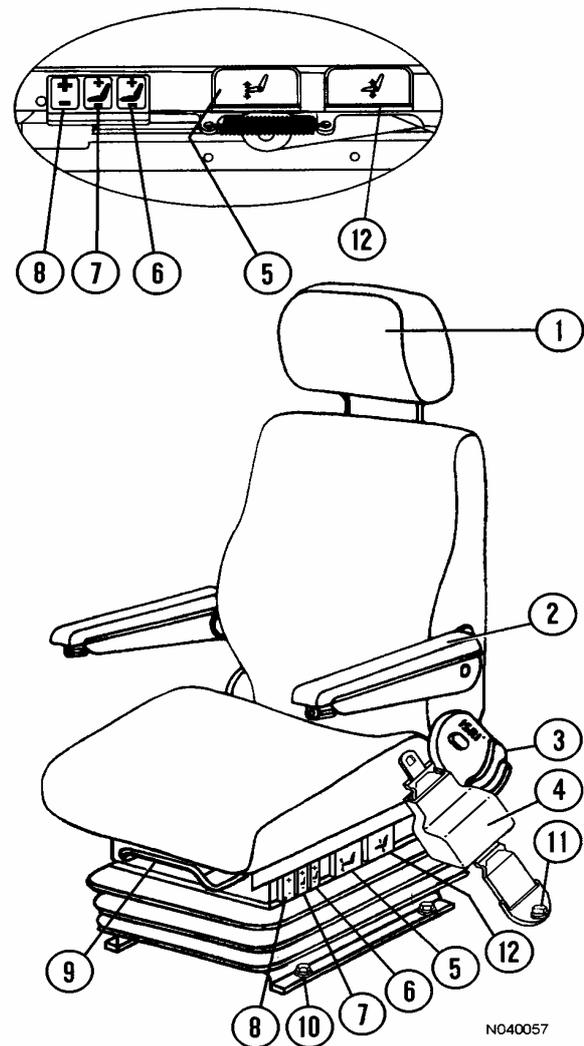

FIGURA 32-5. CONTROLES DE AJUSTE DEL ASIENTO DEL OPERADOR
1. **Apoyacabeza:** (1, Figura 32-5) se mueve hacia arriba, hacia abajo, hacia delante y hacia atrás a la posición deseada.
3. **Respaldo:** Levante la manilla (3) para soltar y seleccionar el ángulo de respaldo; suelte la perilla de control para ajustar.
4. **Cinturón de seguridad:** El operador siempre debe tener el cinturón de seguridad (4) colocado y asegurado correctamente cuando el vehículo esté en movimiento.
5. **Inclinación del asiento:** Levante la palanca (5) y mantenga para ajustar la inclinación del asiento. Suelte la palanca para fijar el ajuste.
- 6 y 7 **Soporte de Aire Lumbar:** Cada interruptor oscilante (6 ó 7) controla un cojín de aire. El interruptor (7) controla el cojín de aire inferior y el interruptor (6) controla el cojín de aire superior. Para inflar, presione la parte superior del interruptor oscilante y mantenga hasta obtener el soporte deseado, luego suelte. Para desinflar, presione la parte inferior del interruptor oscilante y mantenga hasta obtener el soporte deseado, luego suelte. Ajuste cada cojín al soporte deseado.
8. **Suspensión del asiento:** Presione el interruptor oscilante (8) en la parte superior para aumentar la firmeza al conducir. Presione en la parte superior del interruptor oscilante para disminuir la rigidez.
9. **Ubicación hacia delante/atrás del asiento:** Suba la palanca (9) y mantenga. Doble las rodillas para mover el asiento a una posición cómoda; suelte la palanca de control para bloquear el ajuste.
12. **Altura del Asiento:** Suba la palanca (12) y mantenga para ajustar la altura del asiento. Suelte la palanca para fijar el ajuste.